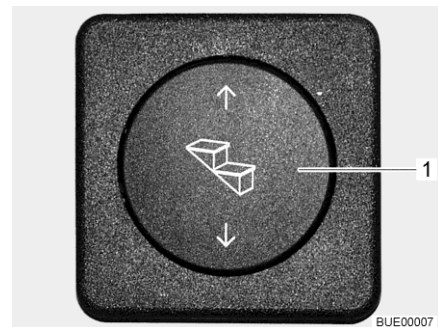

Bild 8 Manöverknapp fotsteg
- Tryck nedtill på vippknappen (Bild 8,1) och håll den intryckt (minst 3 sekunder) tills fotsteget har körts ut helt.
- Tryck upptill på vippknappen (Bild 8,1) tills fotsteget har körts in helt.